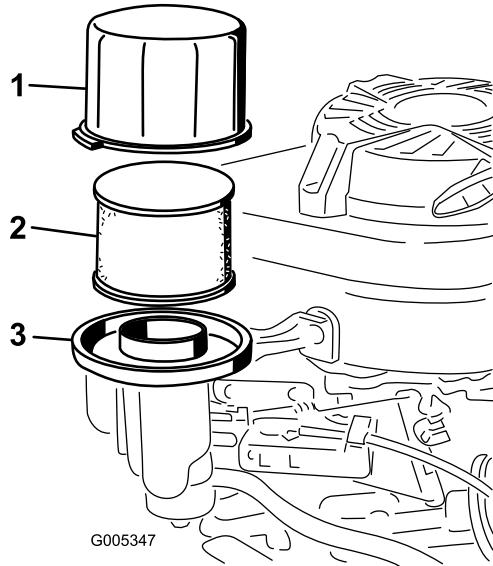

Figura 23
2. Retire la tapa y límpiela a fondo (Figura 23).
3. Retire el prefiltro de gomaespuma y el filtro de aire de papel de la base del filtro de aire (Figura 23).